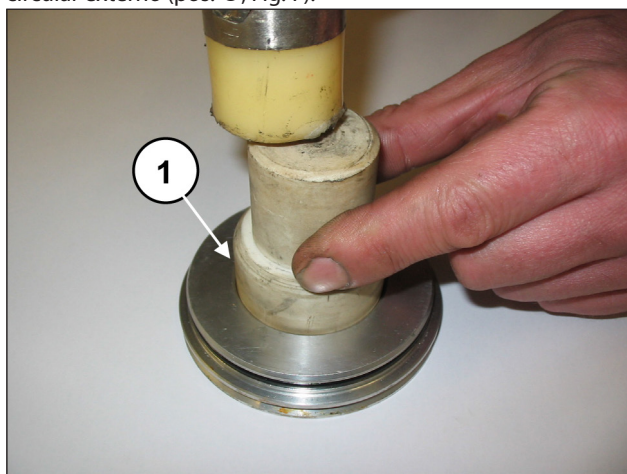
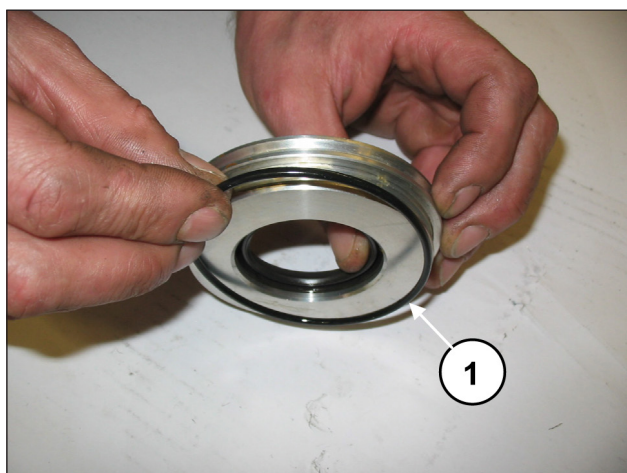

Fig. 6
Fig. 7
Extraia o anel de estanqueidade radial (pos. ①, Fig. 6) e o anel circular externo (pos. ①, Fig. 7).